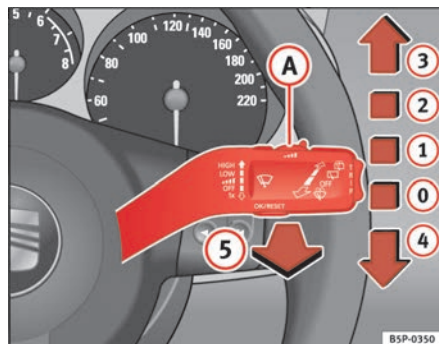

Fig. 85 Palanca del limpia-lavacristales
La palanca del limpiacristales ⇒ fig. 85 tiene las siguientes posiciones:
- Si se detiene el vehículo estando el limpiaparabrisas funcionando en la posición **2** ⇒ **página 127, fig. 85** o en la posición **3**, automáticamente comenzará a funcionar en una posición inferior. Si el vehículo reinicia la marcha, el limpiaparabrisas seguirá funcionando en la posición seleccionada originalmente